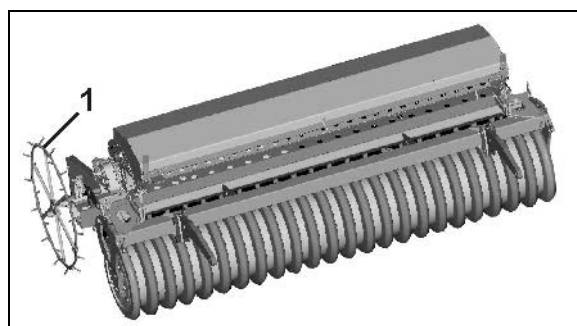

Fig. 28
6. Stikk inn sporphjulet, og sikre med en splint (Fig. 28/3).